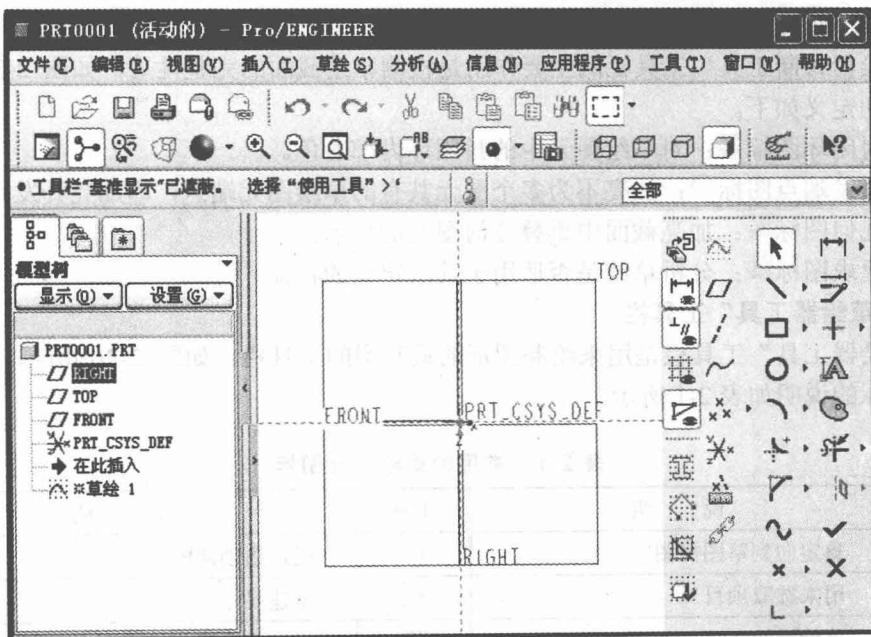

图 2-2 草绘工作窗口
- (1) 开启任意模型，单击“基准”工具栏中的“草绘工具”图标，弹出【草绘】对话框。
- (2) 单击选择工作窗口中的任意基准平面(如 TOP 基准面)作为草绘平面，系统会自动设置相关的参照。
- (3) 单击对话框中的**草绘**按钮，系统进入草绘模式，显示出“草绘”工作窗口，如图 2-2 所示，就可以绘制我们需要的二维截面草图了。当然，也可以在拉伸或旋转命令的内部建立草绘特征。
- (4) 完成草绘截面后，再单击“草绘器工具”工具栏中的✓图标，退出草绘模式。